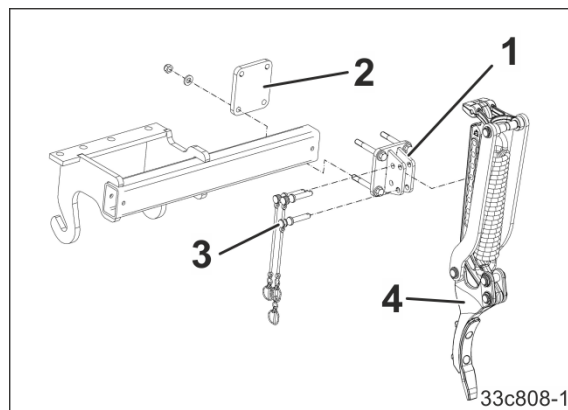

Рис. 80
- 1.1 Привинтите держатель следорыхлителя (Рис. 80/1) с зажимной пластиной (Рис. 80/2) к навесной раме.
- 1.2 Закрепите следорыхлитель (Рис. 80/4) в крайнем верхнем положении с помощью пальца (Рис. 80/3) и зафиксируйте палец пружинным фиксатором.